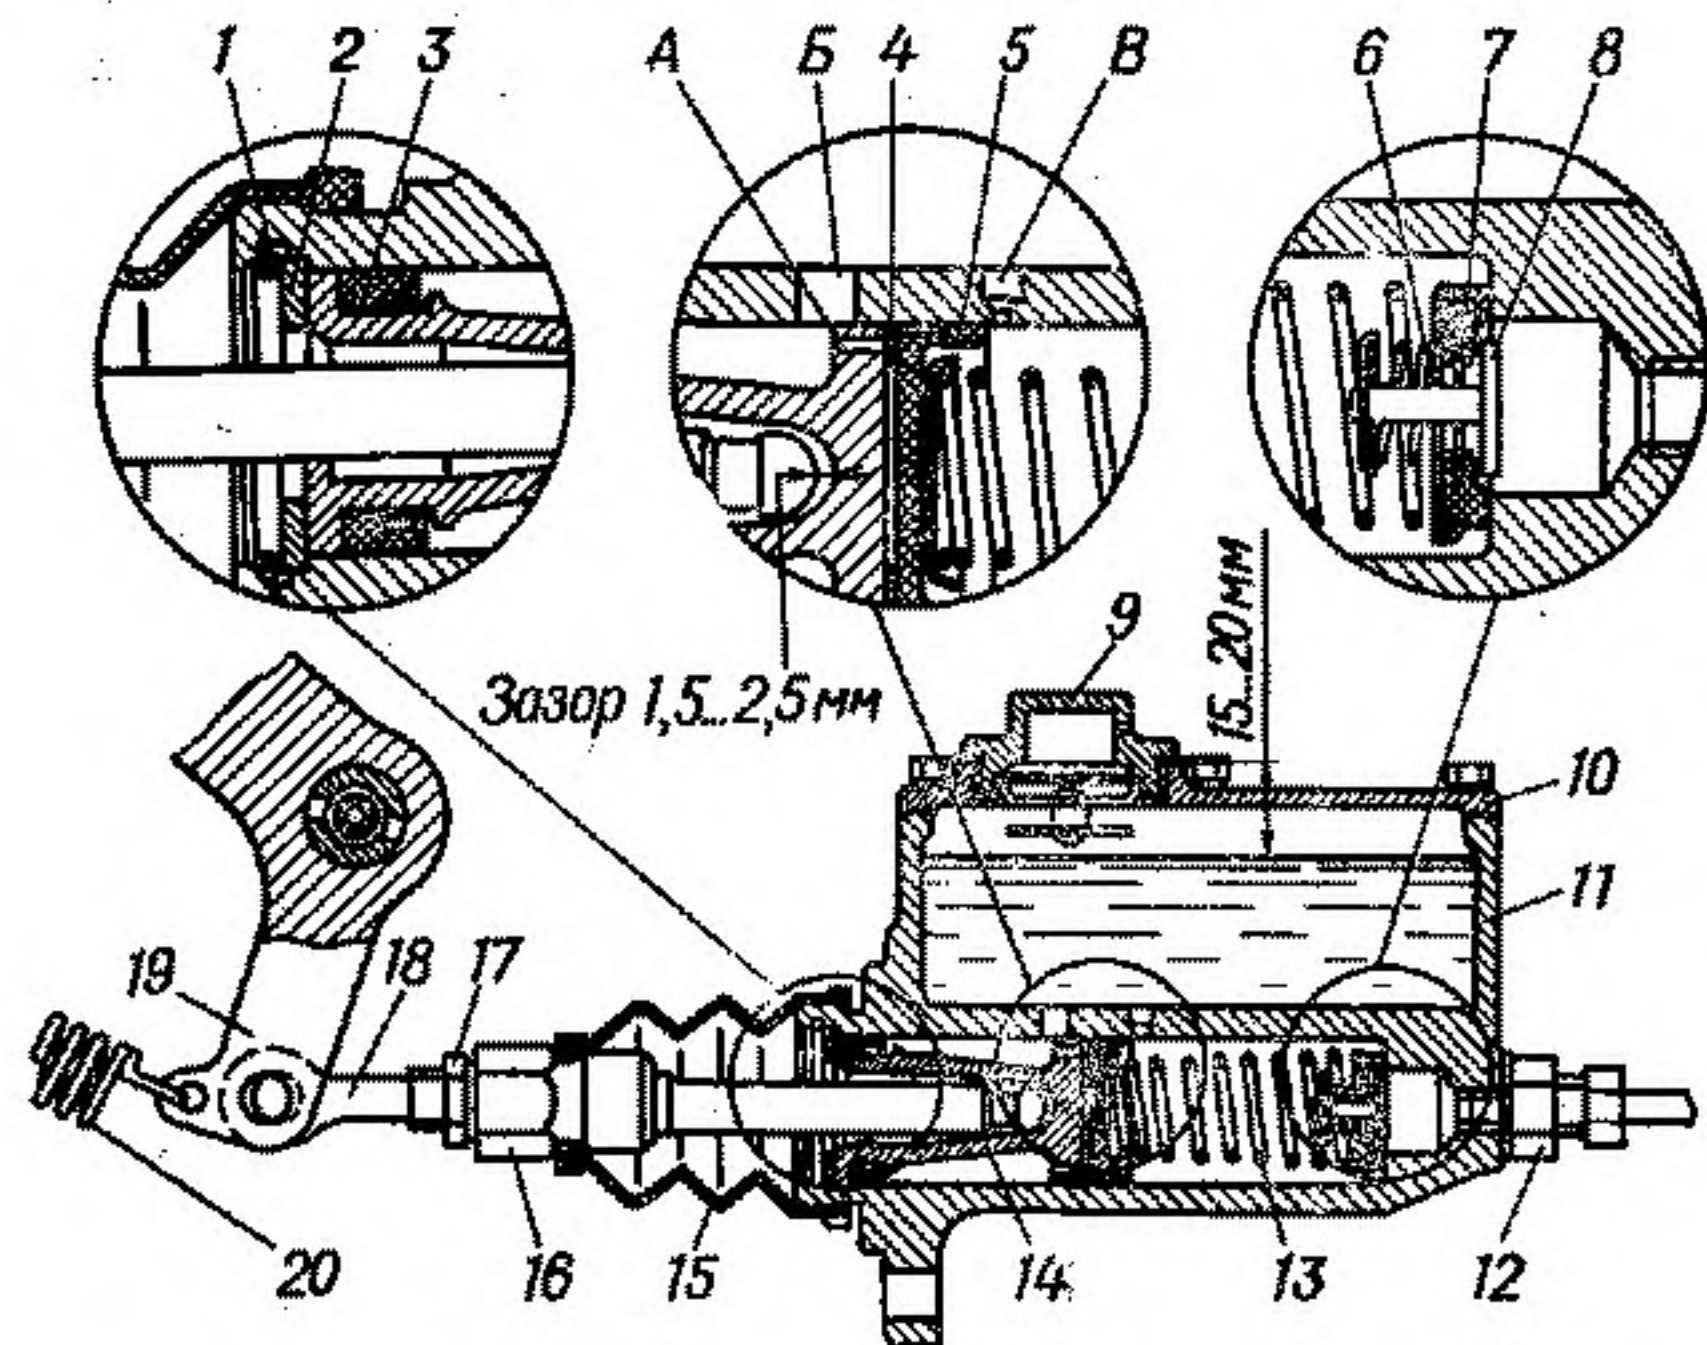

Рис. 62. Главный цилиндр гидравлического привода тормоза:
10. Долить до уровня тормозную жидкость в корпус 11 (рис. 62) главного цилиндра и завернуть пробку 9 наливного отверстия, предварительно прочистив отверстие.